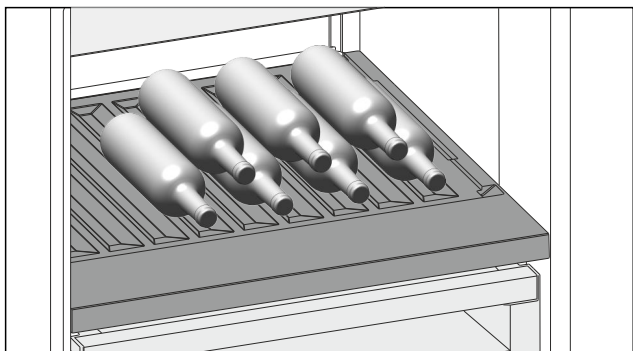

Fig. 97
- Steklenice vstavite z dnom proti zadnji steni aparata. (glejte Fig. 97)